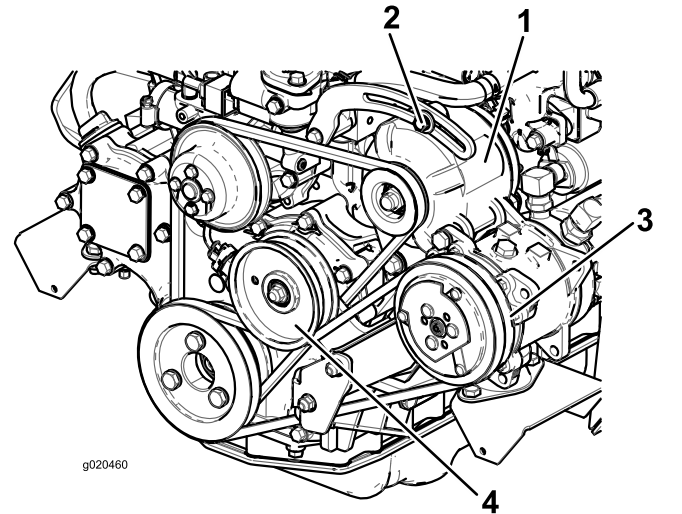

Figure 76
Si vous n'obtenez pas une flèche de 10 mm, desserrez les boulons de fixation de l'alternateur (Figure 76).
2. Si vous n'obtenez pas une flèche de 10 mm, desserrez le boulon de fixation de la poulie de tension (Figure 76).